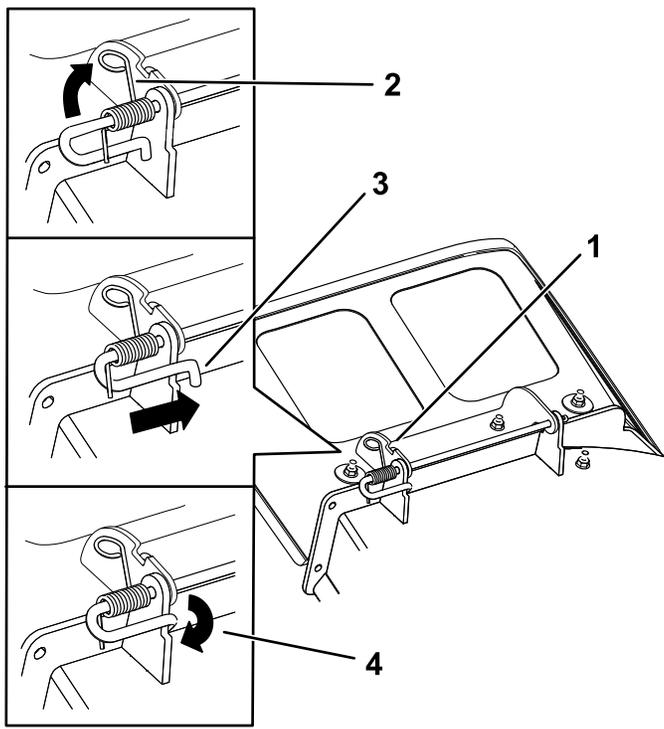

Figure 69
3. Positionnez le nouveau déflecteur d'éjection en plaçant les extrémités du support entre les supports soudés du tablier, comme illustré à la Figure 69.
5. Positionnez le ressort sur la tige comme montré à la Figure 69, de sorte que l'extrémité la plus courte du ressort sorte du dessous de la tige avant le coude et passe par-dessus la tige à son retour.
6. Soulevez le côté avec la boucle du ressort et placez-le dans le cran du support de déflecteur (Figure 69).
7. Fixez l'ensemble tige et ressort en le tournant de sorte à pouvoir placer l'extrémité courte de la tige derrière le support avant soudé au tablier de coupe (Figure 69).